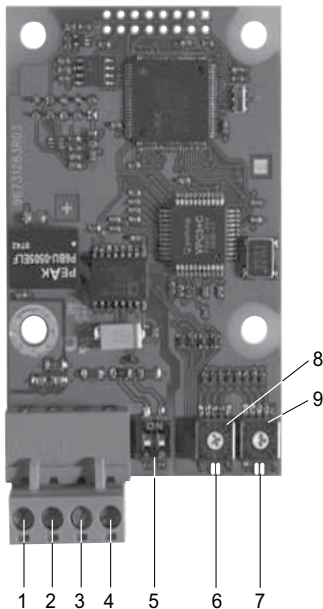

Рис. 1 Модуль CIM 150 Profibus
**Указание** Источником питания, поз. 4, рис. 1, должен использоваться только для внешнего питания.